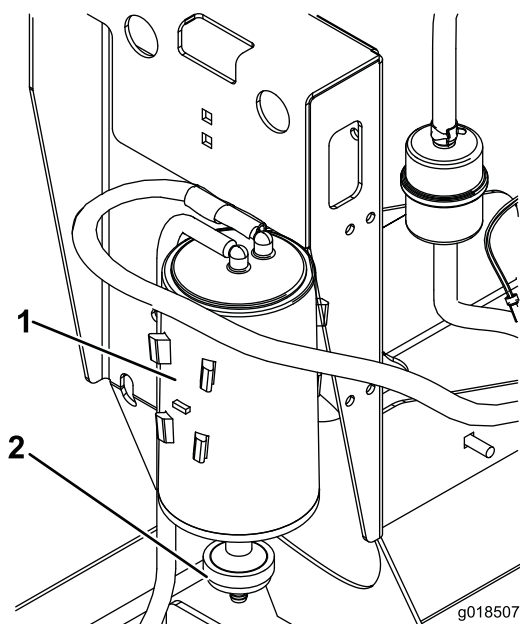

Figura 20
2. Togliete il filtro dell'aria del canister a carboni attivi e scartatelo (Figura 20).